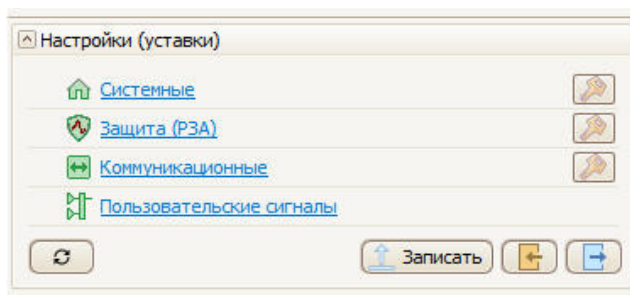

Рис.6.19. Область настроек (уставок)
1. В области настроек (уставок) нажмите кнопку «Записать» (см.Рис.6.19).